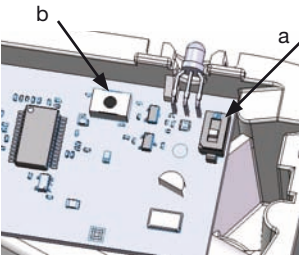

Bild 4
- Wählen Sie am Betriebsartschalter auf der Unterseite der Platine die gewünschte Betriebsart (Bild 4):